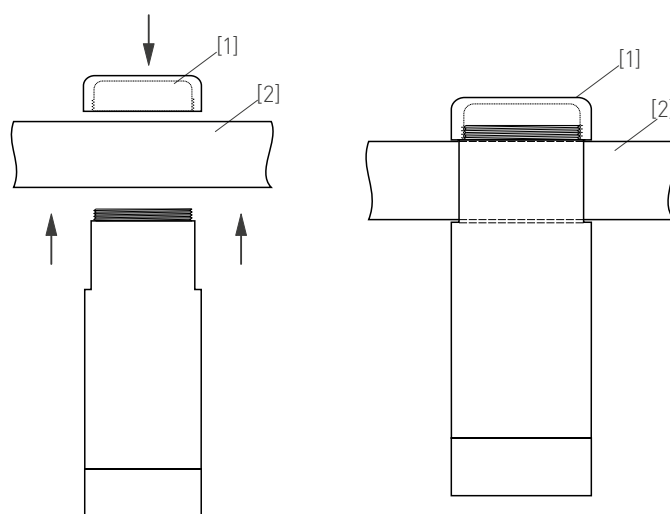

Рис. 2. Установка светильника
- Устройство крепления выполнено в виде заворачивающегося фиксатора с правой резьбой, который накручивается на верхнюю часть корпуса светильника. Открутите верхнюю часть фиксатора [1] у светильника, тем самым освободив установочное пространство. Установите светильник в необходимом месте шинопровода [2] и зафиксируйте его, закрутив верхнюю часть фиксатора светильника, как показано на рис. 2.